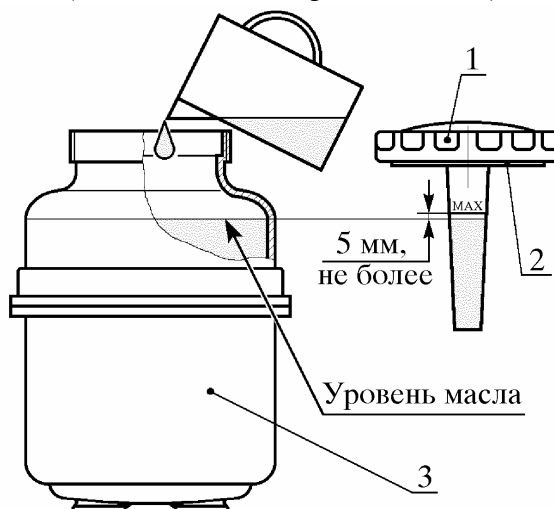

Рис. 23. Проверка уровня масла в бачке системы ГУР:
1) отвинтить крышку 1 (рис. 23) масляного бачка и положить ее вместе с уплотнительной прокладкой 2 на полку аккумуляторной батареи;